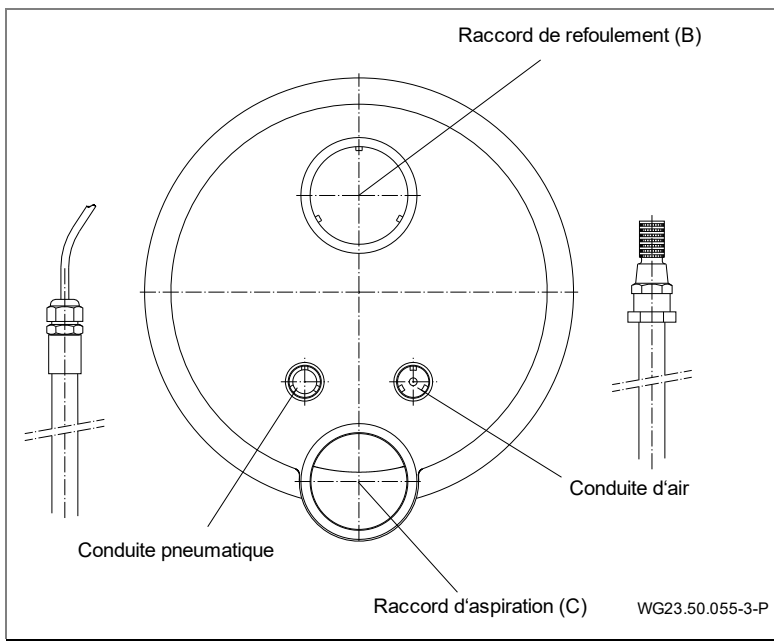

Fig. 15
1. Coller la gaine de protection des câbles et de la gaine de la conduite d'air. Voir "Fig. 15", page 30
2. Appliquer le boîtier des buses (102.1) sur le boîtier de montage (1).
3. Faire passer le flexible pneumatique à travers la gaine de protection puis l'étancher à l'aide du passe-câble (20).
4. Fixer la conduite d'air à l'aide de la pince (8) sur le régulateur d'air (21) monté en usine.
5. Fixer le boîtier des buses (102.1) à l'aide de quatre vis taraudeuses () sur le boîtier de montage (1).
6. Côté aspiration et côté refoulement, raccorder la pompe Jet (92) avec le demi-vissage (98, 99, 100), l'équerre en caoutchouc (79) et les pinces assorties (75) sur le boîtier de montage (1).